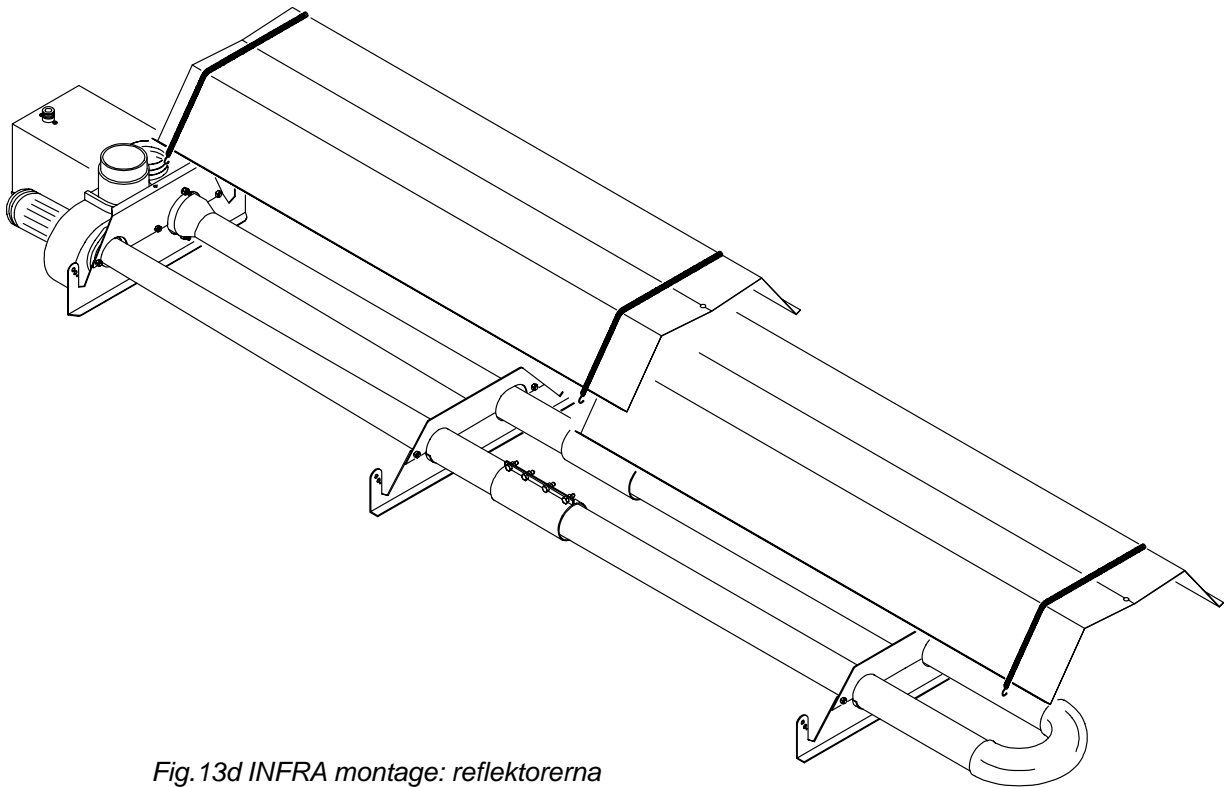

Fig. 13d INFRARA montage: reflektorena
- 5) Placera reflektorerna (efter borttagning av skyddsfilmen av plast) på reflektorhållarna och för de borrarade hålen över varandra. (fig. 13d).